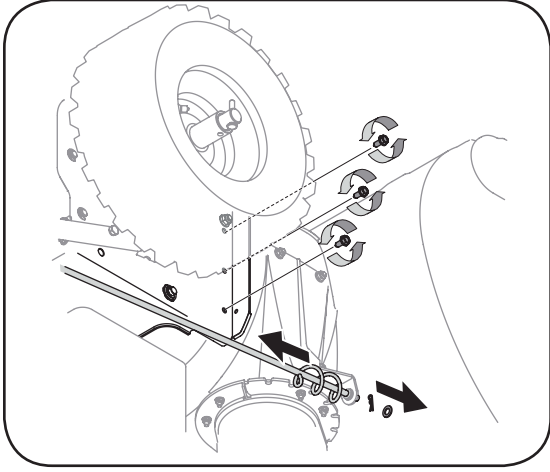

Figure 6-8
- Utilisez une clé de 9/16es de po pour retirer les trois vis taraudées à tête hex. de chaque côté du châssis. Ces vis maintiennent le châssis sur l'habitacle de la tarière. Voir la Figure 6-8.